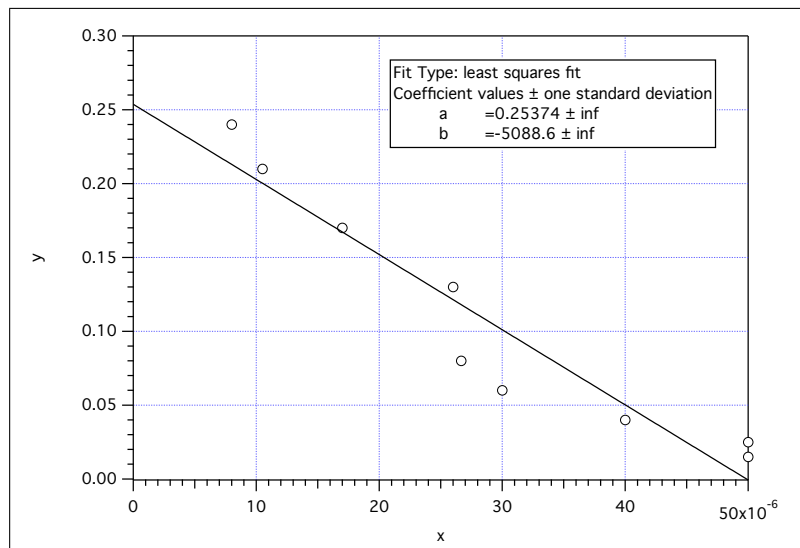

Abbildung 7: Graphische Darstellung der Klemmspannung über dem fließenden Strom, vgl. Abb. 5.
Berechnen wir aus U und R den fließenden Strom und tragen U über I auf, so erhalten wir die in der Abb. 7 dargestellten Ergebnisse.
Die Punkte in Abb. 7 streuen stark um die Ausgleichsgerade, da die Spannungsquelle instabil ist (technische Spannungsquellen werden mit großem Aufwand sta-
2. Tragen Sie die Zellspannung als Funktion des fließenden Stromes graphisch dar (vgl. Abb. 7). Nutzen Sie zur bestimmung des Stromflusses die Gleichung $I = \frac{U}{R}$. Als Spannung wird die gemessene Klemmspannung, als Widerstand der angelegte Lastwiderstand genutzt.
3. Legen Sie durch die in der Abb. 7 eingetragenen Punkte eine Ausgleichsgerade und bestimmen Sie deren Steigung. Ermitteln Sie daraus den Innenwiderstand der Spannungsquelle.